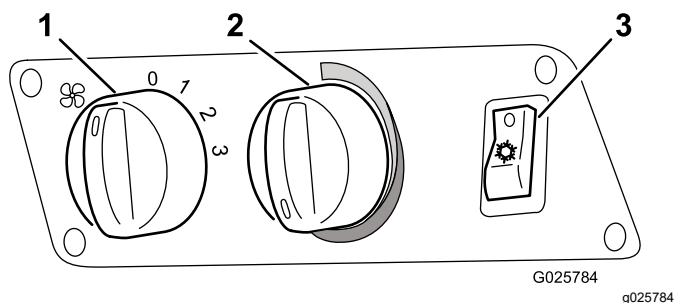

Figure 4
2. Mettez le ventilateur en marche (Figure 4).
3. Mettez la climatisation en marche (Figure 4).
4. Réglez la commande de température (Figure 4) à la position la plus froide (tournez à fond dans le sens horaire).